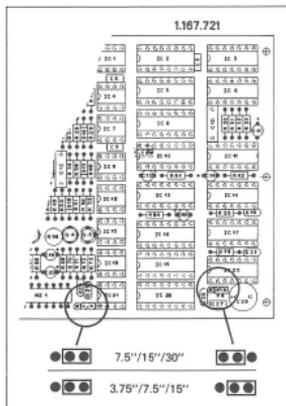

Fig. 6.9.2
1. Brückenstecker gemäss Fig. 6.9.2 positionieren.
1. Position jumpers according to fig. 6.9.2
1. Placez les straps selon la figure 6.9.2